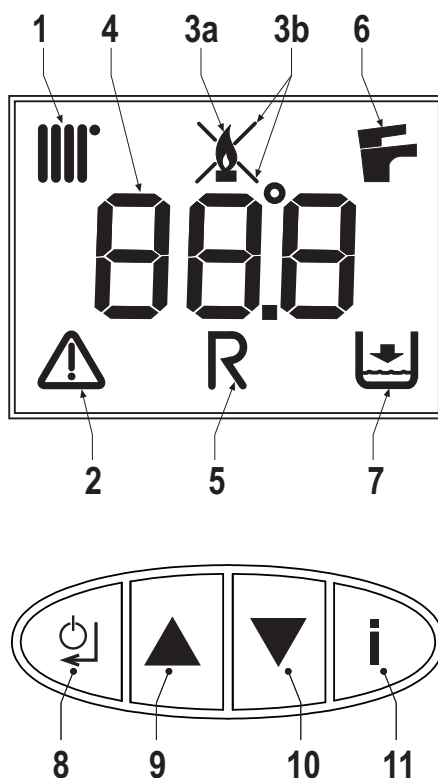

fig. 1 - Panoul de comandă
Cererea de încălzire (generată de Contactul de cerere, Termostatul de cameră sau Cronocomanda la distanță) este indicată de activarea simbolului caloriferului (det. 1 - fig. 1).
Pe afișajul multifuncțional (det. 4 - fig. 1) apare temperatura de la senzorul de încălzire, iar în intervalul de așteptare pentru încălzire apare mesajul "d2".
Cererea de apă caldă menajeră (generată de deschiderea robinetului de apă caldă) este indicată de activarea simbolului robinetului (det. 6 - fig. 1).
Pe afișajul multifuncțional (det. 4 - fig. 1) apare temperatura de la senzorul pentru apa caldă menajeră, iar în intervalul de așteptare pentru apa caldă apare mesajul "d1".
Apăsați pe tasta Pornit/Oprit (det. 8 - fig. 1) timp de 5 secunde.
Când dispozitivul este oprit, cartela electronică mai este încă alimentată cu energie electrică. Este dezactivată funcționarea circuitului de apă caldă menajeră și a circuitului de încălzire. Rămâne activ sistemul antiîngheț. Pentru a porni din nou dispozitivul, apăsați din nou pe tasta Pornit/Oprit (det. 8 - fig. 1) timp de 5 secunde.
Pentru a avea acces la meniul cu setările utilizatorului, trebuie să apăsați pe tasta Info (det. 11 - fig. 1).
Apăsați pe tasta Info (det. 11 - fig. 1) până când este afișat parametrul u01 din meniul cu setările utilizatorului.
Apăsați pe tasta Enter (det. 8 - fig. 1): este afișată valoarea curentă a parametrului u01.
Cu ajutorul tastelor (det. 9 și 10 - fig. 1), modificați temperatura de la un minim de 30°C la un maxim de 80°C.
Apăsați pe tasta Enter (det. 8 - fig. 1) pentru a confirma setarea.
După aceea apăsați pe tasta Info (det. 11 - fig. 1) până când ieșiți din meniu.
Apăsați pe tasta Info (det. 11 - fig. 1) până când este afișat parametrul **u02** din meniul cu setările utilizatorului.
Apăsați pe tasta Enter (det. 8 - fig. 1): este afișată valoarea curentă a parametrului **u02**.
Cu ajutorul tastelor (det. 9 și 10 - fig. 1), modificați temperatura de la un minim de 10°C la un maxim de 65°C.
Apăsați pe tasta Info (det. 11 - fig. 1) până când este afișat parametrul **u03** din meniul cu setările utilizatorului.
Apăsați pe tasta Enter (det. 8 - fig. 1): este afișată valoarea curentă a parametrului **u03**.
Cu ajutorul tastelor (det. 9 și 10 - fig. 1) setați modul Vară (0) sau modul Iarnă (1).
Apăsați pe tasta Info (det. 11 - fig. 1) până când este afișat parametrul **u04** din meniul cu setările utilizatorului.
Apăsați pe tasta Enter (det. 8 - fig. 1): este afișată valoarea curentă a parametrului **u04**.
Cu ajutorul tastelor (det. 9 și 10 - fig. 1) setați modul Economy (0) sau Comfort (1).
După aceea apăsați pe tasta Info (det. 11 - fig. 1) pentru a ieși din meniu.
Apăsați pe tasta Info (det. 11 - fig. 1) până când este afișat parametrul **u05** din meniul cu setările utilizatorului.
Apăsați pe tasta Enter (det. 8 - fig. 1): este afișată treapta curentă din puterea maximă.
Cu ajutorul tastelor (det. 9 și 10 - fig. 1) pentru a modifica puterea maximă: de la 1 (Treapta minimă) la 5 (Treapta maximă).
Apăsați pe tasta Info (det. 11 - fig. 1) până când este afișat parametrul **u06** din meniul cu setările utilizatorului.
Apăsați pe tasta Enter (det. 8 - fig. 1): este afișată valoarea curentă a parametrului **u06**.
Cu ajutorul tastelor (det. 9 și 10 - fig. 1) modificați modul de funcționare:
Apăsați pe tasta Info (det. 11 - fig. 1) până când este afișată informația **u07** din meniul cu setările utilizatorului.
Apăsați pe tasta Enter (det. 8 - fig. 1): este afișată puterea curentă a arzătorului (Treapta) și starea flăcării.